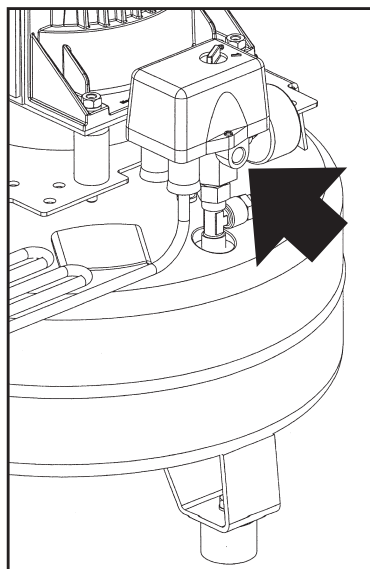

Fig. 1
-  La macchina deve essere collegata a monte di un impianto pneumatico per la produzione di aria sterilizzata (a cura del Cliente) allacciando all'uscita aria (**Fig. 1**), il tubo aria di ingresso dell'impianto provvisto di apposito attacco.